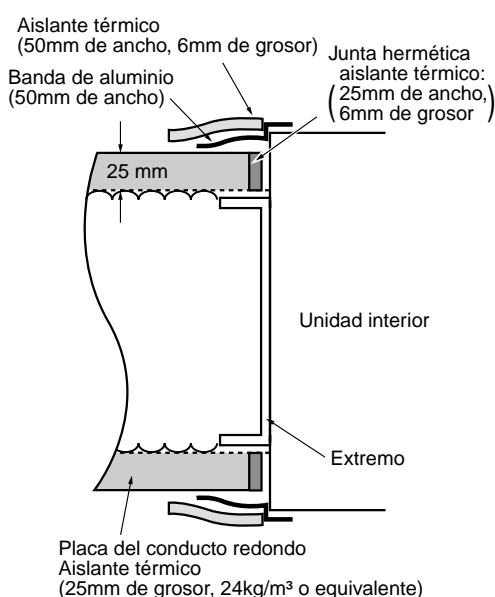

Fig. 1
2. Conecte la brida y cada tipo de conducto. (Fig. 1)